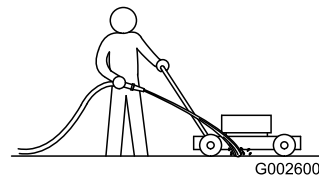

Figura 20
4. Sostenga una manguera de jardín a la altura del manillar y dirija un chorro de agua por delante de la rueda trasera **derecha** (Figura 20).